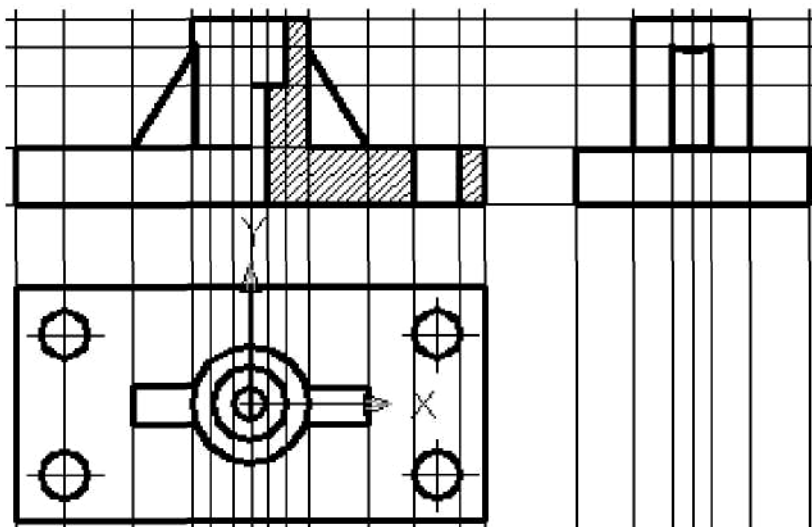

Рис. 3.14. - Использование вспомогательных прямых
- **Вспомогательные прямые** (рис. 3.14). Данные прямые, в отличие от отрезков и лучей, - это бесконечные в обе стороны линии.